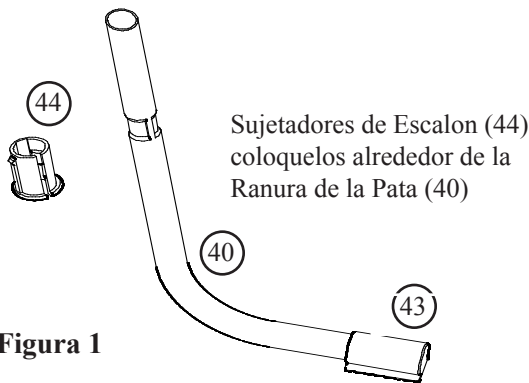
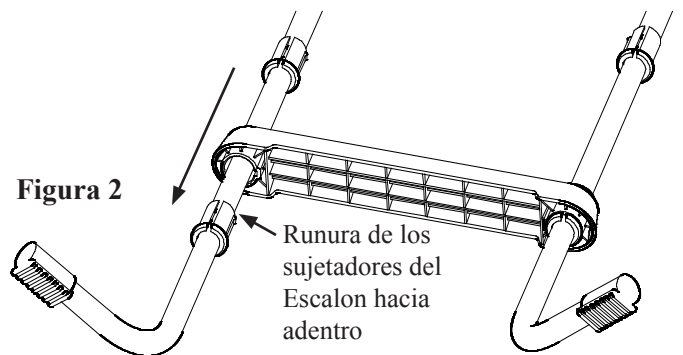

Figura 1
Figura 2
1. Separe las patas de la escalera (40), dos piezas de cada izquierda y derecha. Busque las letras "L" y "R" que estan marcadas en la parte de arriba de las patas.
2. Comience con una pata de la escalera (40) con la letra "R". Cuidadosamente abra un sujetador de la escalera (44) de un lado, suficiente para ponerlo sobre la seccion de arriba de la pata de la escalera, y resbale de la parte de arriba de la pata hacia abajo hasta la ranura de la pata que esta en la parte mas baja de la pata, como muestra la Figura 1. La ranura del sujetador de la escalera de be de ir hacia adentro de la pata asi como muestra la Figura 2. Repita con la seccion de pata "L".
3. Resbale un escalon (42) hacia abajo sobre las dos patas. Asegurese que el escalon marcado con la letra "R" este en el lado derecho de la pata. Resbale el escalon hacia abajo hasta que los sujetadores (44) se inserten en el escalon y las ranuras queden en su lugar y se atranquen. Los sujetadores del escalon deben de mantenerse dentro de la ranura de las patas para que cuando se resbale el escalon hacia abajo quede sobre ellos. Los sujetadores de la escalera deben de quedar al nivel del escalon en la parte de abajo. Ver Figura 2.
4. Repita los pasos 2 y 3 para instalar los otros sujetadores de la escalera (44) y escalones (42) para la primer seccion.
6. Los tornillos (45) deben de ser instalados por el lado de adentro de la agarradera (41), y luego pasar por el soporte de la escalera (49) por el lado de afuera. Asegurese que el engomado de precaucion que esta en ingles este en las dos secciones de las abrazaderas por el lado de afuera. Instale la guasa (47), y la tuerca (48) hasta que se apriete el soporte con la agarradera.